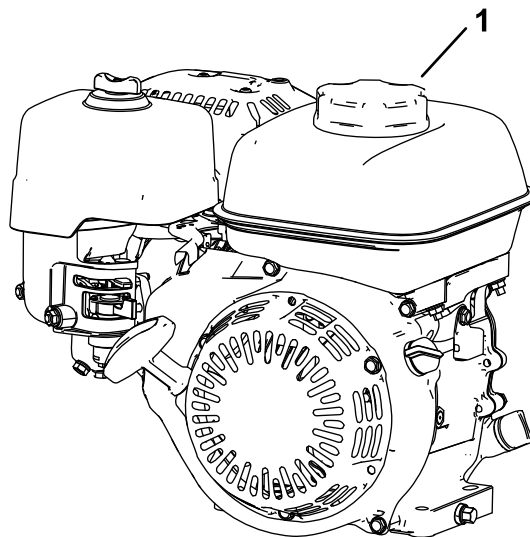

Figure 19
1. Nettoyez la surface autour du bouchon du réservoir de carburant et enlevez le bouchon (Figure 19). Remplissez le réservoir de carburant jusqu'à la base de l'ouverture du goulot ; voir le *Manuel de l'utilisateur* du moteur.